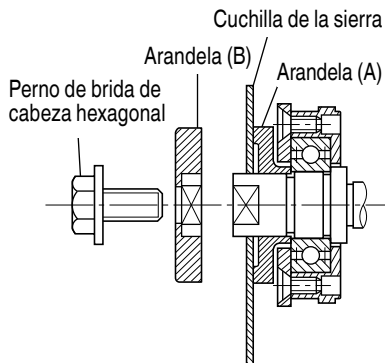

Fig. 17
- Para montar la cuchilla de la sierra, los lados cóncavos de ambas arandelas, (A) y (B), deberán colocarse en los lados de la cuchilla de la sierra. Monte la cuchilla de la sierra en el husillo y fije finalmente la arandela (B) (consulte la Fig. 17).